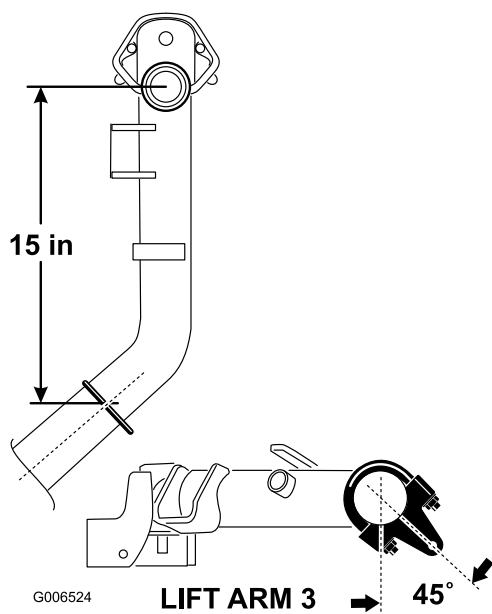

Figura 5
2. Nos braços de elevação nº 2 e nº 3, posicione os suportes e as cavilhas em U 38 cm atrás do centro da articulação (Figura 5). Rode os suportes 45 graus para o lado exterior da máquina.